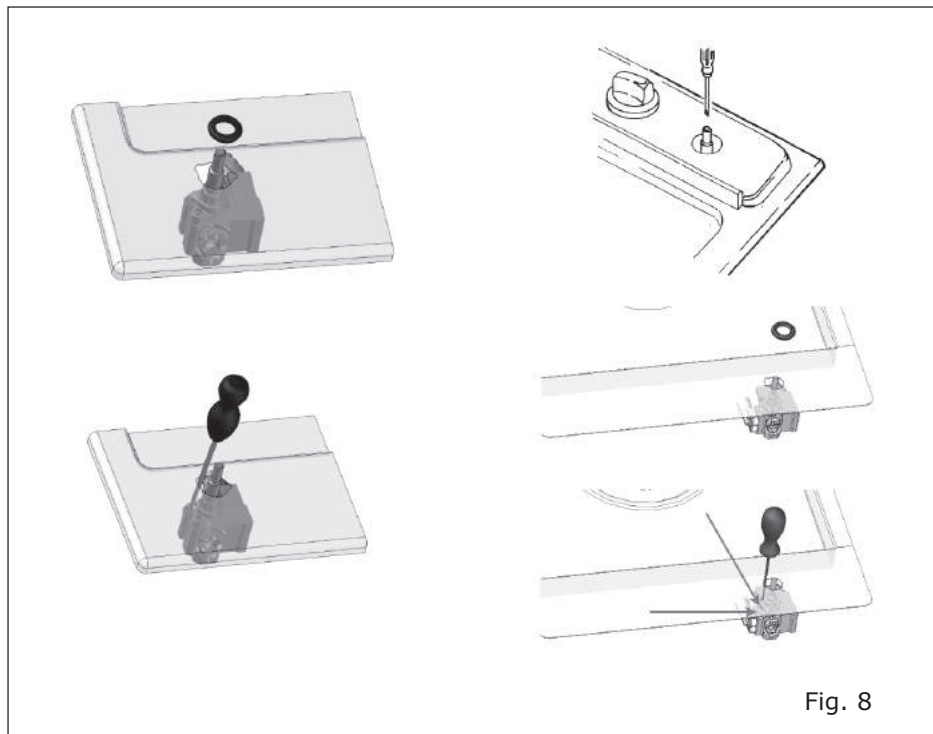

Fig. 8
- Para la regulación de la flama mínima, coloque la perilla de control en la posición mínima, y use un destornillador apropiado para hacer girar el tornillo que se encuentra en el vástago (Fig. 8). Para gas GLP (butano/propano) atornille a fondo.